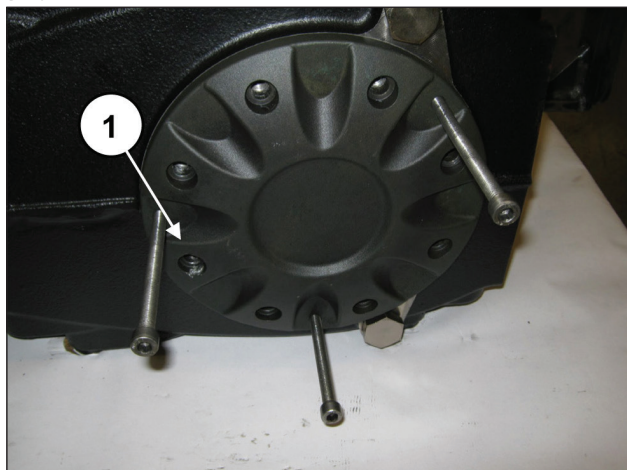

图 28
通过拔取器将3个螺柱或M8螺栓 (①, 图 28) 定位在专用孔中。